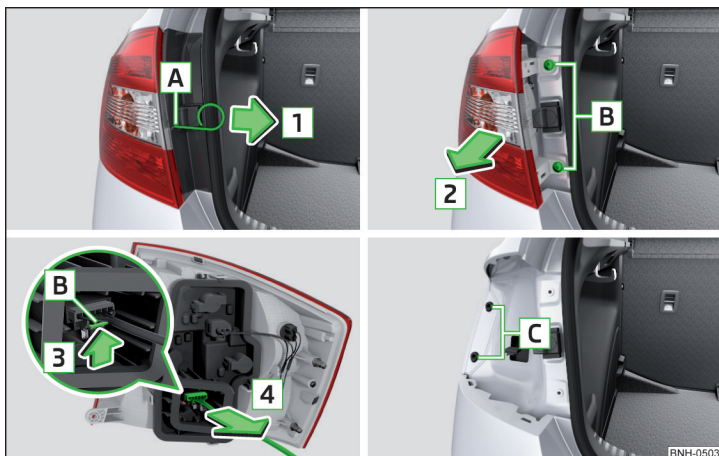
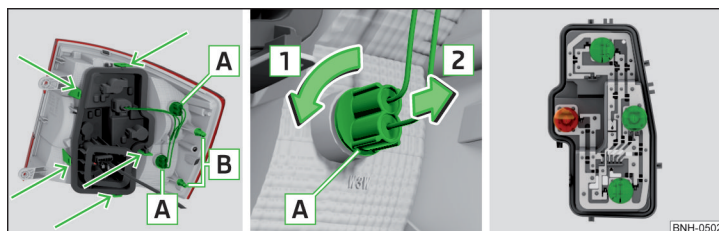

Fig. 168 Demontarea lămpii/scoaterea conectorului
Fig. 169 Partea exterioară a lămpii / partea interioară a lămpii
- Introduceți cârligul pentru tragerea capacelor integrale de roată în orificiul » fig. 168 » pagina 163, *Trusa de scule*.
- Introduceți lampa cu ciocurile » fig. 169 la pagina 184 pe suportii » fig. 168 din caroserie.
- Rotiți soclul becului » fig. 169 în sensul săgeții și scoateți-l din carcasa lămpii în sensul săgeții .
- Deblocați soclul becului în zonele marcate cu săgeți » fig. 169 și scoateți-l din lampă.